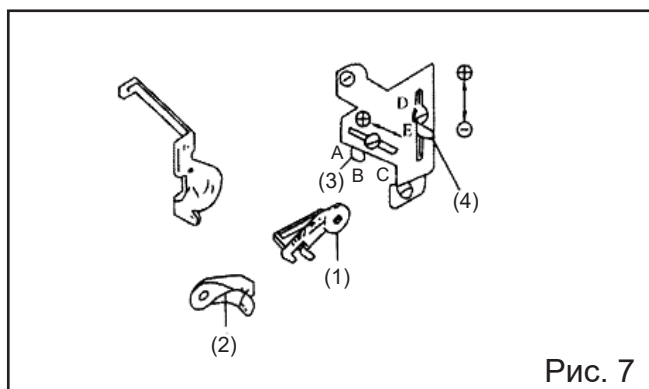

Рис. 7
3. Регулировка нитей петлителей (Рис. 7)